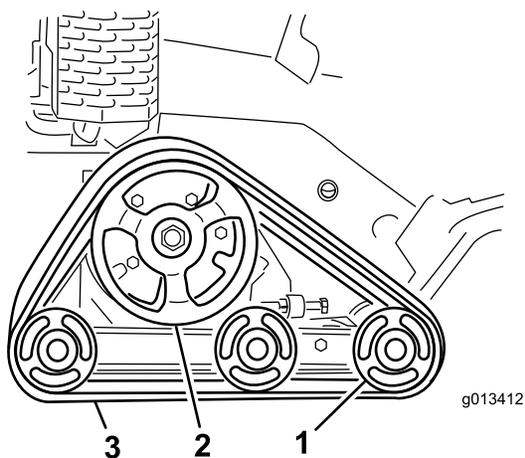

図 43
**重要** 走行ホイールと駆動スプロケットも完全に洗浄してください 図 43。